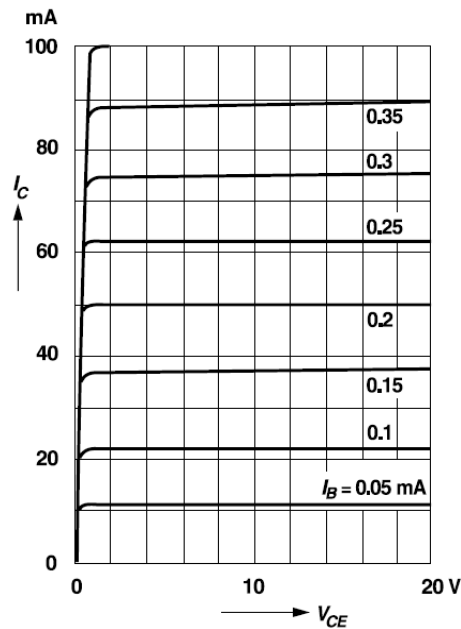

Abb. 3.2: Ausgangskennlinienfeld
- Abb. 3.2: Ermitteln Sie $I_{B,AP}$.